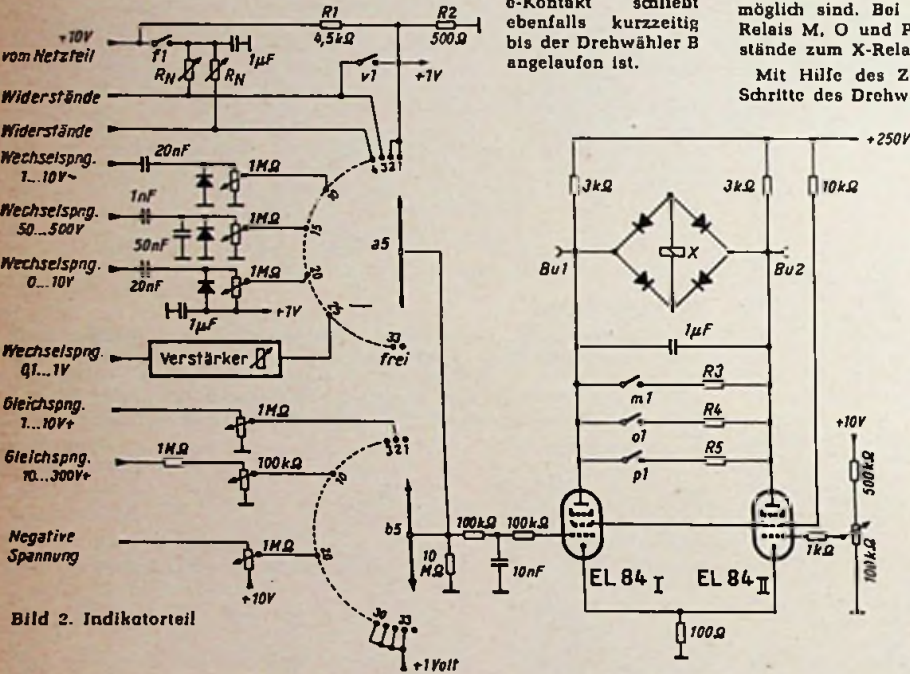
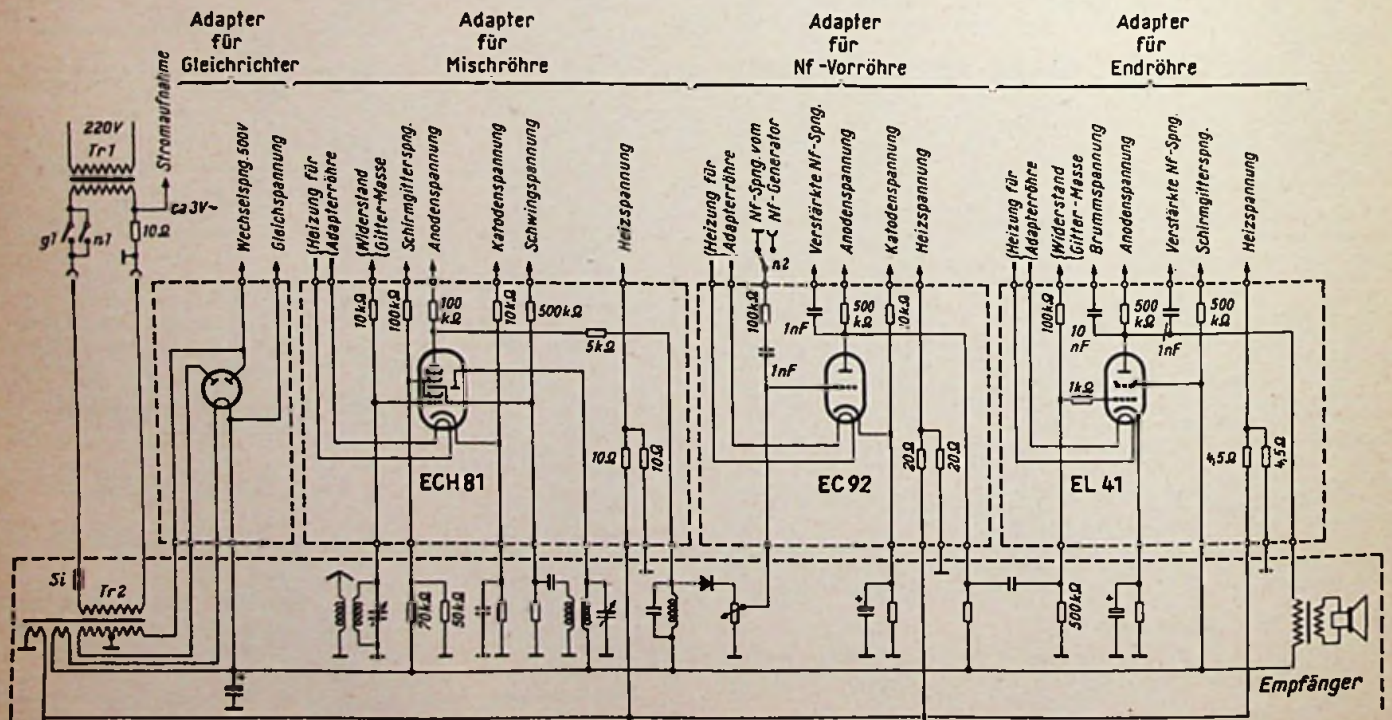

Bild 2. Indikatoreil
Bild 3. Schaltung der Röhrenadapter
Der Kontakt x_1 gehört zu dem X-Relais im Indikationsteil (Bild 2). Sobald dieses einen Fehler, d. h. eine falsche Spannung, feststellt, öffnet sich dieser Kontakt x_1 . Damit wird das Taktrelais T stromlos und die Automatik bleibt stehen. Entweder wird jetzt der Fehler beseitigt und die Automatik läuft von selbst wieder an, oder die Taste S_3 im Bild 1 (Steuerteil A) wird gedrückt. Das Wiedereinschaltrelais E zieht solange an, wie der Ladevorgang des vorgeschalteten Kondensators dauert. Der e_1 -Kontakt parallel zu dem x_1 -Kontakt schließt sich kurzzeitig, und die Automatik kann wieder anlaufen. Da auf Schritt 33 der a_2 -Kontaktbahn keine Messung erfolgt, bekommt das E-Relais hier nochmals kurzzeitig über den zweiten vorgeschalteten Kondensator Spannung. Der o-Kontakt schließt ebenfalls kurzzeitig bis der Drehwähler B angelaufen ist.
Die Kontaktbahnen a_2 und b_2 schalten bei jedem Schritt ein Glühlämpchen ein, so daß jederzeit zu erkennen ist, auf welchem Schritt sich die Automatik befindet. Die Stellungen 1 und 33 werden nicht zur Messung benutzt. Die Kontaktbahn a_3 steuert das V- und das F-Relais für die Widerstandsmessung. Diese findet am Anfang der Messung in spannungslosem Zustand des Chassis statt. Der Kontakt f_1 in Bild 2 legt die Widerstandsmeßspannung + 10 Volt an. Wird z. B. der Gitterableitwiderstand einer Verstärkerröhre gemessen, so würde diese Meßspannung nachher im Betrieb stören und muß daher wieder verschwinden. Das V-Relais mit seinem Kontakt v_1 dient der Aufladung vorhandener großer Kapazitäten auf + 1 Volt. Das ist beispielsweise für die Messung des Widerstandes der Leitung gegen Masse notwendig. Sind die Widerstandsmessungen beendet, schaltet das F-Relais ab und das G-Relais tritt in Tätigkeit. Dieses legt die Netzspannung an das Prüfchassis (Bild 3). Die Röhren in den Adaptoren werden aus dem Automaten geheizt, so daß alle Spannungen sofort in der normalen Höhe anliegen. Notfalls läßt man einige Schritte ohne Messung leerlaufen. Hier wird auch die Stromaufnahme geprüft, und zum Schluß soll noch die NF-Verstärkung der NF- und Endstufe gemessen werden. Das N-Relais (Bild 1) schaltet über den n_1 -Kontakt (Bild 3) die Netzspannung wieder zu, das G-Relais ist ja wieder in Ruhestellung, und über den n_2 -Kontakt (ein Umschaltkontakt, Bild 3) liegt die NF-Spannung eines Tongenerators am Gitter der NF-Vorverstärkerröhre.
Da die einzelnen Meßpunkte mit verschiedenen Toleranzen gemessen werden müssen, werden mit den Kontaktbahnen a_4 und b_4 (Bild 1) drei Toleranzrelais M, O und P gesteuert, so daß vier verschiedene Toleranzen möglich sind. Bei der engsten Toleranz ist kein Relais eingeschaltet. Die Relais M, O und P legen mit ihren Kontakten m_1 , o_1 und p_1 Parallelwiderstände zum X-Relais (Bild 2).
Das Indikationsteil, auf dessen Schaltung Bild 2 bereits mehrfach hingewiesen wurde, ist für beide Steuerteile gleich. Nur besitzt das X-Relais für Steuerteil A einen Ruhekontakt und für Steuerteil B einen Arbeitskontakt. Das X-Relais ist ein polarisiertes Telegrafrelais, so daß diese Änderung nur einen Wechsel der Anschlüsse verlangt.
In Bild 2 sind in willkürlicher Verteilung einige Beispiele für verschiedene Messungen gezeichnet. Auf den Schritten 1 und 2 finden keine Messungen statt. Diese Kontakte werden an + 1 Volt gelegt. Über den v_1 -Kontakt lassen sich auf Schritt 2 zu messende Kapazitäten mit der Meßspannung vorladen.
Bild 3 zeigt den Anschluß der Adapter an einen nur im Prinzip dargestellten Drei-Röhren-Empfänger. Die Röhren im Adapter werden vom Automaten geheizt, so daß alle Verzögerungen, die durch jedesmaliges Aufheizen der Röhren entstehen würden, vermieden werden.
d. h. erst nach dieser Zeit wäre eine Messung möglich. Um diesen Zeitraum abzukürzen, wird der Siebblock über den Spannungsteiler R_1/R_2 ($4,5 \text{ k}\Omega/500 \Omega$) und den Kontakt v_1 (Bild 2) vorgeladen. Jetzt beträgt die Ladezeit nur noch